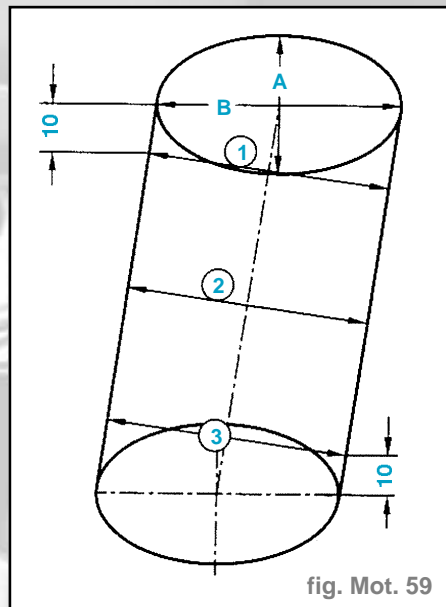

fig. Mot. 59
- Mesurer en 3 points en diagonale dans le sens transversal -**A**- et longitudinal -**B**- (fig. Mot. 59). Différences par rapport à la cote nominale : **0,08 mm maxi**.